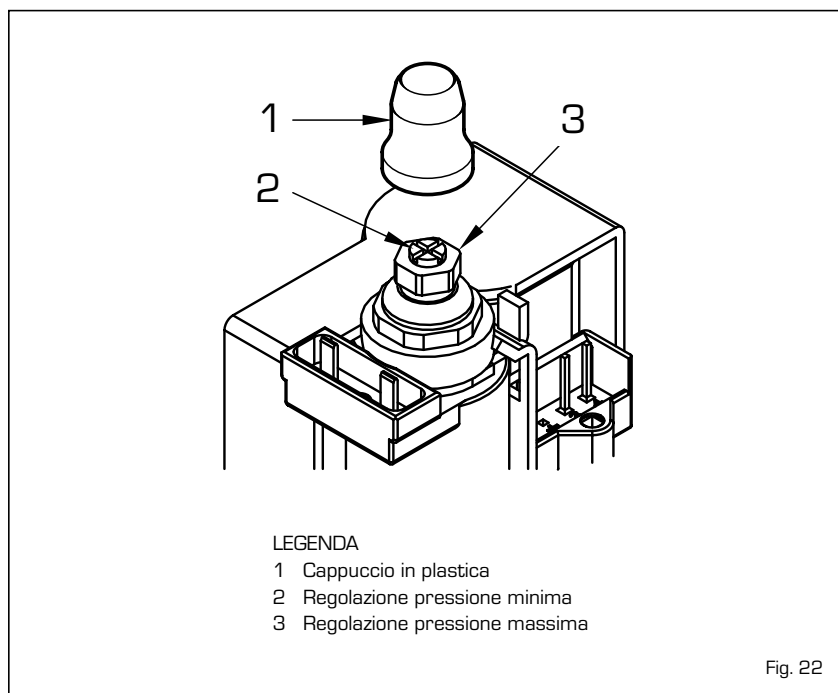

Fig. 22
4.2.2 Regolazioni pressioni valvola [fig. 22]
Per effettuare la taratura delle pressioni massima e minima sulla valvola gas procedere nel seguente modo [fig. 22]: